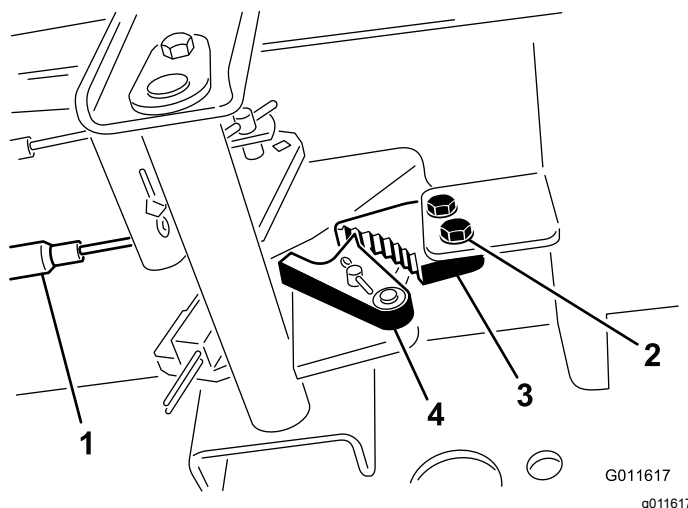

Figura 98
1. Allentate le due viti che fissano il nottolino del freno di stazionamento al telaio (Figura 98).
2. Premete in avanti il pedale del freno di stazionamento finché il fermo non s'innesta completamente nel nottolino del freno (Figura 98).